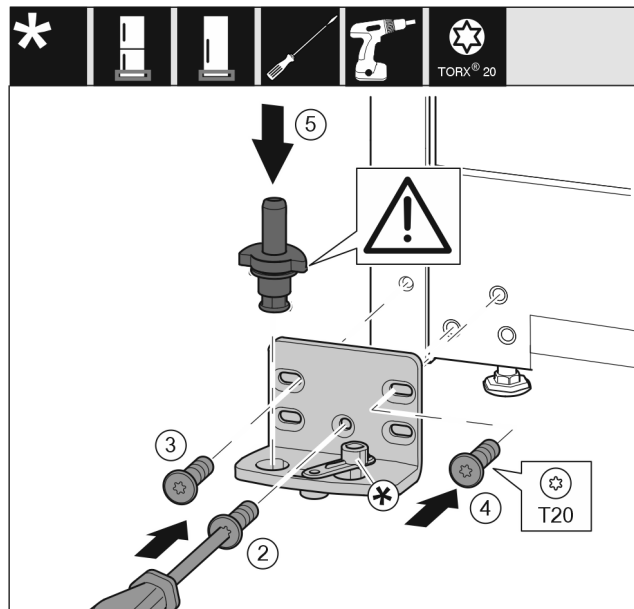

Fig. 25
- ▶ Helyezze fel a csapágybakot a másik oldalra, és húzza meg T20 csavarhúzóval. Alul közepén a 2 számmal jelölt csavarral kezdjen. Fig. 25 (2)
- ▶ Húzza meg a 3 és 4 számmal jelölt csavart. Fig. 25 (3,4)
- ▶ Helyezze be teljesen a csapszeget. Közben ügyeljen arra, hogy a bekattanó bütyök hátrafelé mutasson. Fig. 25 (5)